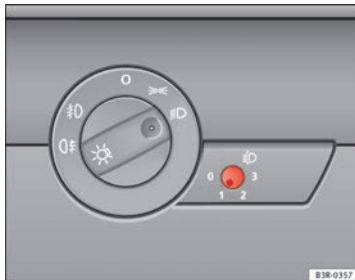

Abb. 87 Leuchtweitenregulierung
- Tippen Sie den Knopf  => Abb. 87 an, um ihn aus seiner Einstellposition auszurasten.